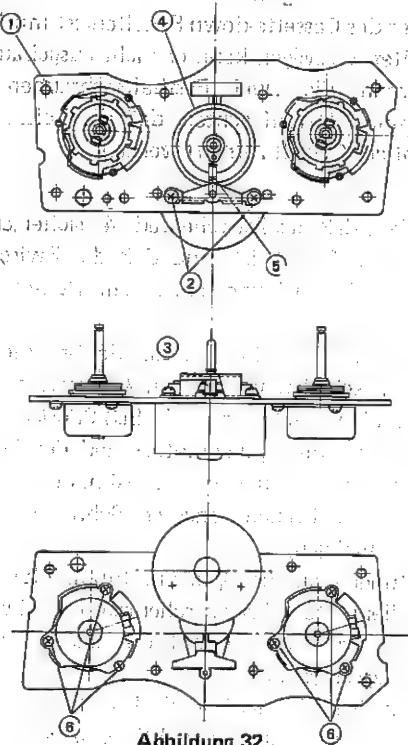

Abbildung 32:
- Nachprüfen, daß das Zwischenrad ④ sicher am Spulenumtastchassis ① befestigt ist, und daß die Zwischenradandruckfeder ⑤ ordnungsgemäß am Zwischenrad eingehakt ist.
- Während darauf zu achten ist, daß der Spulenumtastantrieb ③ nicht beschädigt wird, einen Austauschspulenumtast mit Schrauben einbauen (XBPSD26P06J00), so daß die Anschlüsse des Spulenumtasts und der Federhakenwinkel in der Richtung wie in Abbildung 32 gezeigt, stehen (der Gebrauch längerer Schrauben wird den Motor beschädigen).
- Das Zwischenrad in die Mitte des Spulenumtastchassis, wie in Abbildung 32 gezeigt, bewegen, dann den Antrieb leicht zur Spulenumtastseite hin bewegen, um das Zwischenrad herauszunehmen.
1. Die Austauschbremseinheit in Richtung wie in Abbildung 32 gezeigt, unter Verwendung der drei Schrauben (XBPSD26P04000) einbauen.